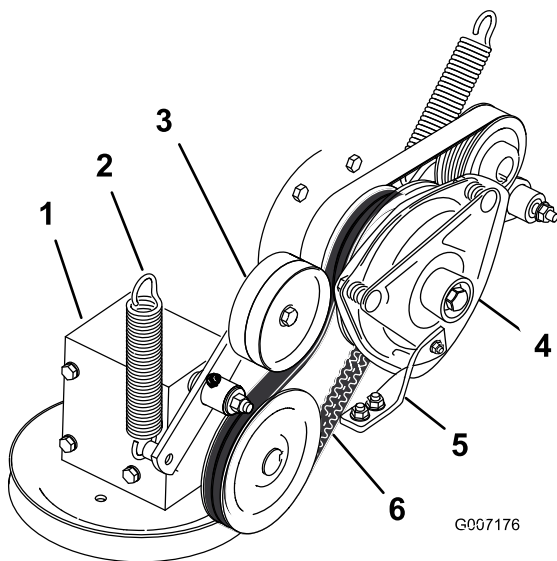

Figura 93
4. Retire el muelle del brazo de la polea tensora (Figura 93).
7. Instale la correa de transmisión de la TDF alrededor de la polea del embrague y la polea de la caja de engranajes (Figura 93).
9. Instale el muelle en el brazo tensor (Figura 93).